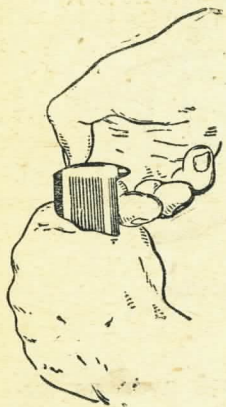

Рис. 98. Как вынуть патроны из магазина
5) вынуть патроны из магазина: взяв магазин в левую руку, большим пальцем правой руки сдвинуть патрон вперед по подавателю магазина и подхватить его ладонью той же руки; так же вынуть и остальные патроны (рис. 98); поднять с земли патрон, выброшенный затвором из патронника, и обернуть его тряпкой;